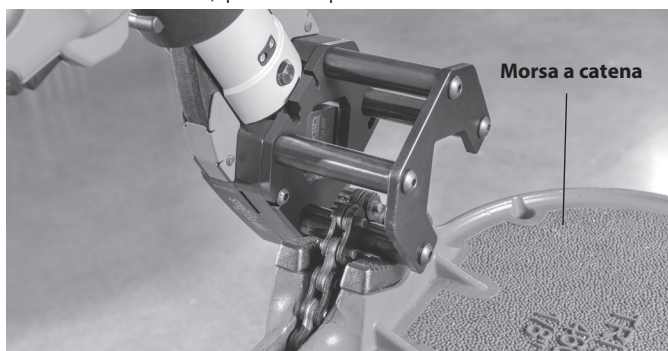

Figura 5 – Testa di taglio per canaline portacavi montata sulla morsa a catena
1. La testa di taglio per canaline portacavi si può usare su un'unità da banco o a terra. La testa di taglio per canaline portacavi si può montare anche su molte morse a catena RIDGID*. Vedere la Figura 5 per la configurazione di montaggio della morsa a catena. Indipendentemente dall'utilizzo, verificare che la testa di taglio per canaline portacavi sia fissata e stabile.